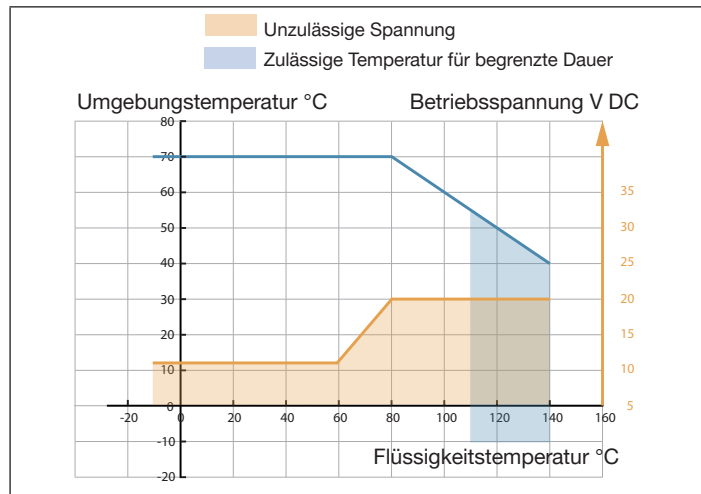

Bild 15: Mindestversorgungsspannung je nach Umgebungstemperatur und Flüssigkeitstemperatur
- Mindestversorgungsspannung beachten, siehe Bild 15.